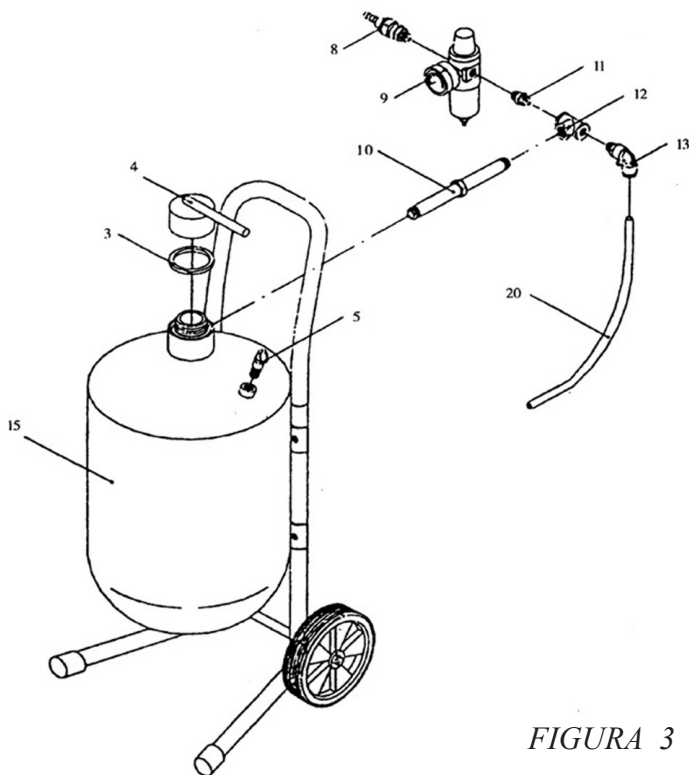

FIGURA 3
1. Una el conector (#8) a una de las admisiones laterales del ajustador de presión neumática (#9). Una el colector de admisión (#12) al otro lado del conector de empalme (#11). Asegúrese de que el manómetro en el ajustador de presión neumática y la admisión delantera del colector de admisión vean en la misma dirección, como en la figura 3.